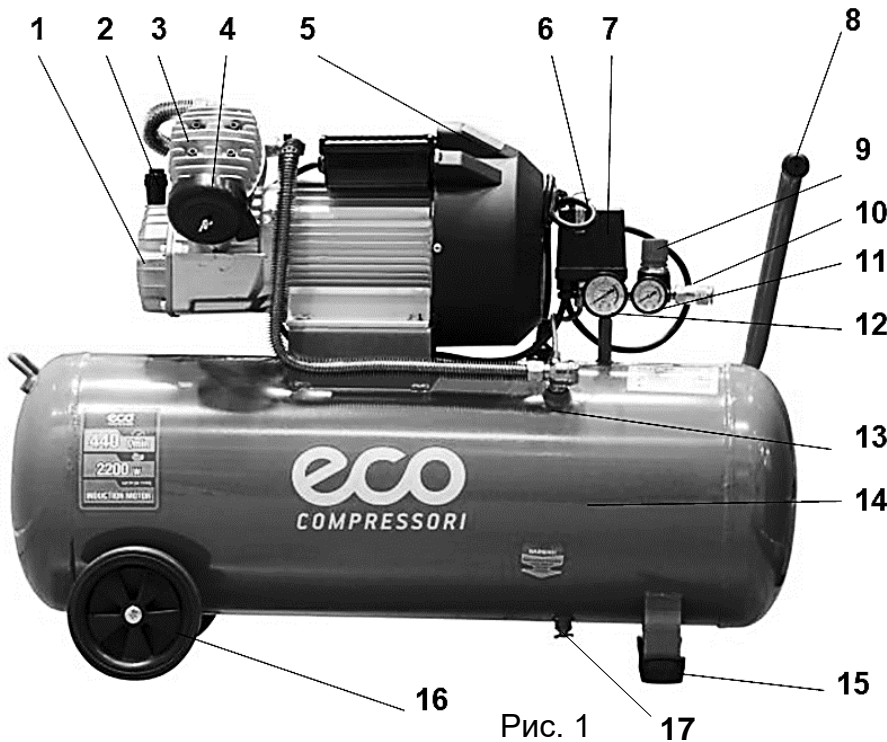
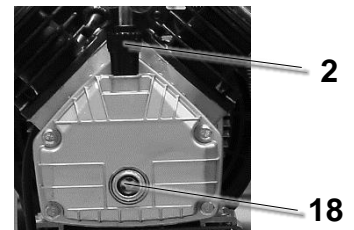
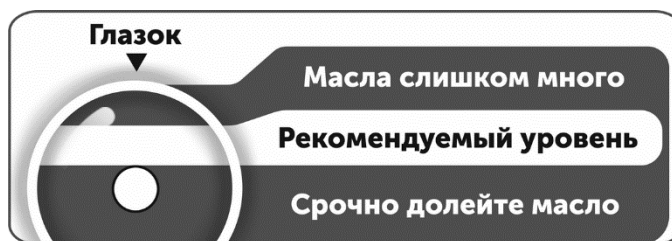

Рис. 1
Рис. 3
Рис. 5
- Установите пробку со встроенным сапуном 2 (рис.1 и 2) маслозаливной горловины.
- Проверьте уровень масла. Он должен быть на уровне верхней кромки "красной точки" контрольного глазка 18 (рис.3) или чуть выше его. При необходимости долейте масла, сняв пробку 2 (рис.1 и 2) маслозаливной горловины на крышке картера. Помните, что после первых 30 часов работы следует полностью заменить масло одним из типов, в указанных в таблице (п.5.4).
Убедитесь, что на компрессоре установлено защитное ограждение и выключатель 6 на Прессостате 7 находится в выключенном положении (см. рис.1).
После завершения вышеперечисленных операций компрессор готов к эксплуатации. Проверьте, чтобы переключатель 6 на прессостате 7 (рис.1) находился в положении «OFF».
При первом запуске компрессора, оставьте его поработать на время приблизительно 5 минут с полностью открытыми кранами выпуска воздуха. По истечении этого времени, закройте кран и проверьте, чтобы компрессор нагнетал воздух в ресивер 14 (рис.1) и останавливался автоматически по достижении максимального давления, указанного на компрессоре, а также на индикаторе манометра.
ВНИМАНИЕ! Реле давления (прессостат) 7 (рис.1) отрегулировано изготовителем, и не должно подвергаться регулировкам со стороны пользователя.
При помощи регулятора давления 9 (рис. 1 и 4), установите требуемое значение: при повороте ручки по часовой стрелке давление увеличивается, при повороте против часовой стрелки – уменьшается.
Значение давления выводится на манометр 11 (рис.1 и 4).
Отсоедините пробку маслозаливной горловины 2 (рис.1 и 2) и, воспользовавшись специальным приспособлением (шприц маслозаливной), откачайте масло.
После полной откачки старого масла залейте новое масло до рекомендуемого уровня (рис.5). Установите пробку маслозаливной горловины 2 (рис.1 и 2) на прежнее место.